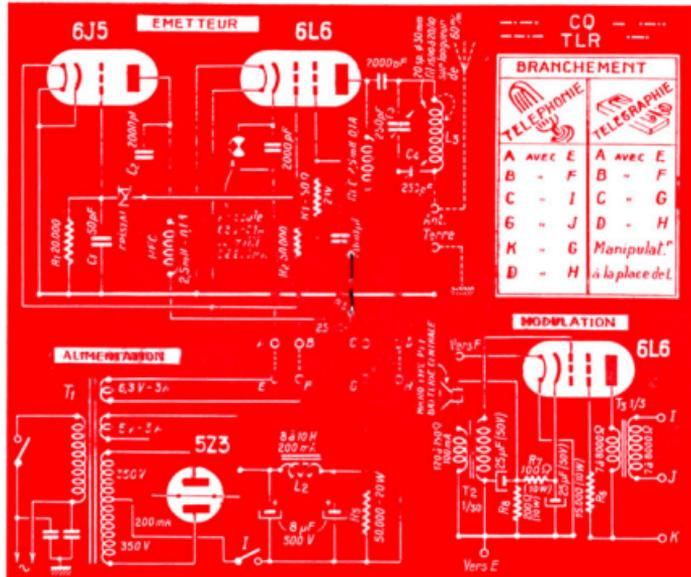

Fig. 1. — Schéma de l'émetteur et modes de branchement pour phonie et graphie.
e) l'utilisation d'un transformateur pour haut-parleur dont le primaire sera en liaison avec la grille de la 6L6 modulatrice, et dont le secondaire à faible résistance sera attaqué par le microphone M, suivant le schéma de la figure 1. Dans ce cas, il y a lieu d'utiliser, comme pastille microphonique, un modèle du type PTT 1910, pour batterie locale. Ce microphone se reconnaît immédiatement lorsque, en agitant légèrement on entend, sous la plaque de carbone, le roulement de petites billes de charbon qui assurent le fonctionnement de cette pastille. Alors que le modèle plus récent, type PTT, BCI (batterie centrale intégrale), est constitué, non pas par des billes, mais par du pousset de charbon, et on ne constate aucun bruit en agitant ce modèle.